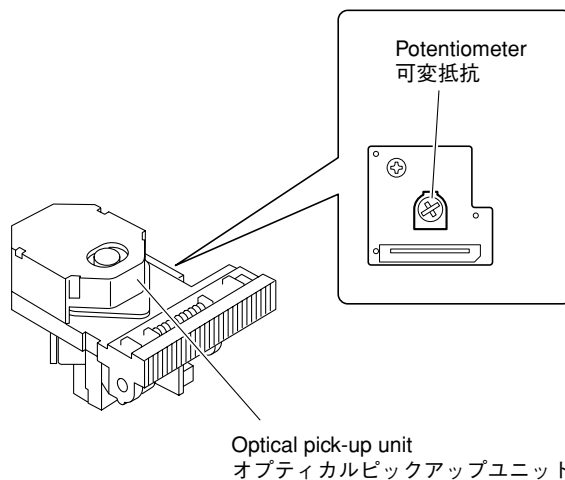

Fig. 5
- * Never touch the potentiometer installed to the optical pick-up unit. (Fig. 5)
- ※ オプティカルピックアップユニットに搭載されている可変抵抗は、絶対に触らないでください。(Fig. 5)